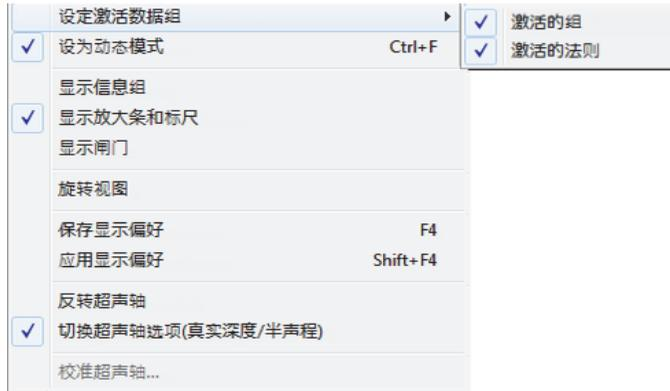

图 4-17 选择激活的组
1. 右击视图的标题（位于视图的顶部），并选择**激活的组**（参见第112页的图 4-17）。